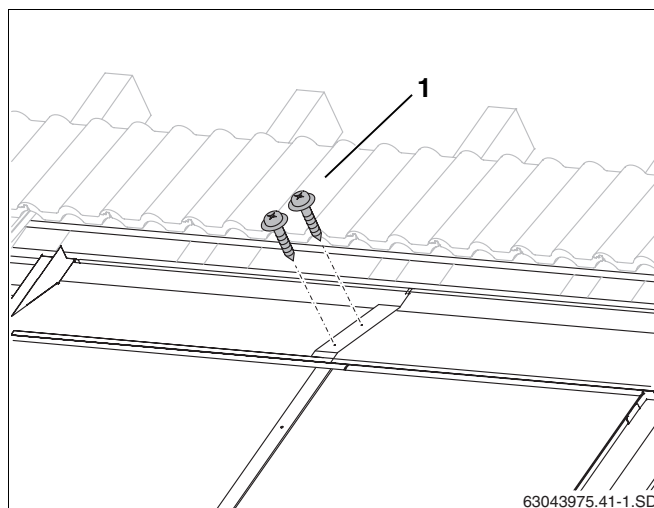

Рис. 59 Соединение верхних накладных листов саморезами
- Места перехлеста листов закрепить тремя прилагаемыми саморезами длиной 25 мм (рис. 59, поз. 1).